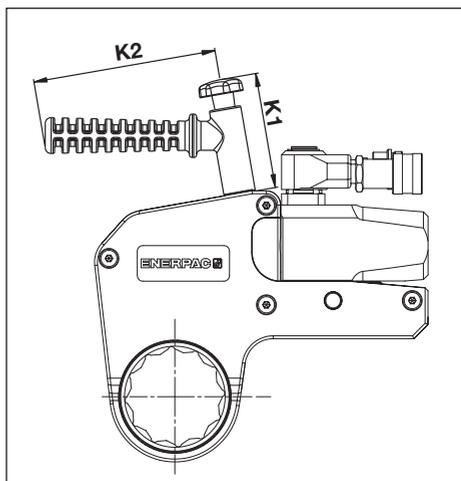

图 26
6.1.4 SWH 系列倾斜定位手柄的尺寸 (图 26 - 选装配件)